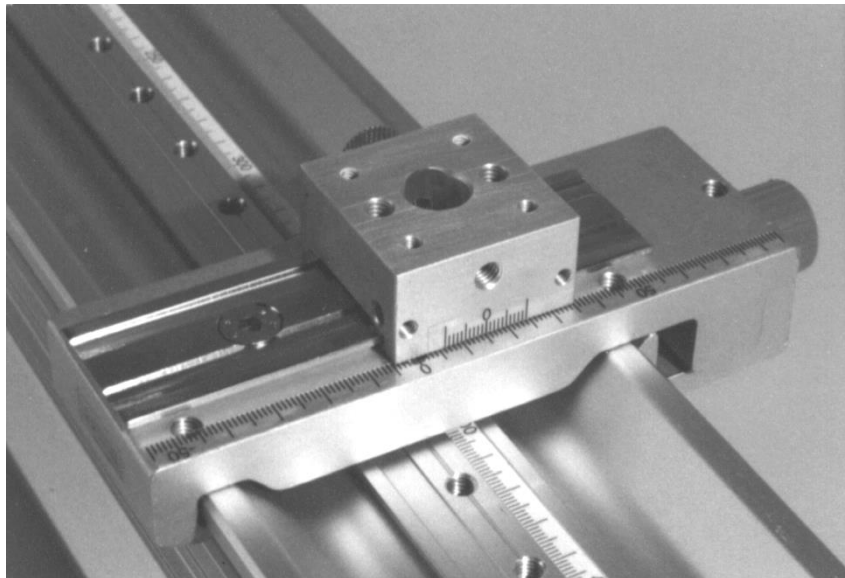
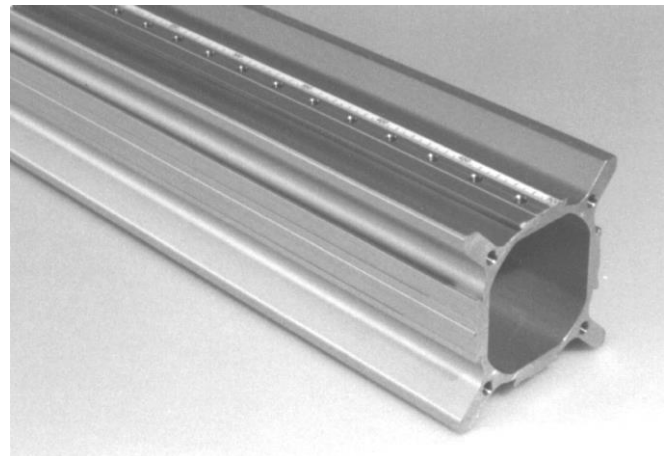

Abbildung 1
Abbildung 2
Hochwertiges, harteloxiertes Aluminiumprofil (Abb. 2)
Längsbohrreihen wie in Abbildung 2 auf Wunsch
In die Nuten können sehr praktische Maßskalen (Abb. 1 oder Abb. 2) eingeklebt werden. Diese finden sich auf Seite 8 im Katalog.
- Als Quertranslator wie in Abb. 1 od. 9
Mit dem Langloch ist dieser Winkel jedoch auch flexibel an jedem M6-Gewinde anzubringen, z.B. auf 25mm Lochrasterplatten oder dem X-SpS-Profil (Abb. 2), so daß jederzeit eine Verstellmöglichkeit in dazu senkrechter Richtung ermöglicht wird.